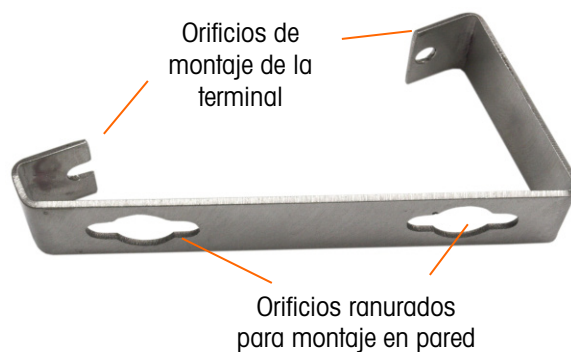
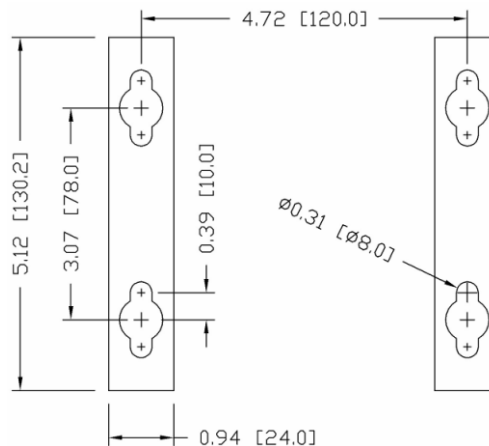

Figura A-9: Soportes para montaje en pared
Figura A-11: Dibujo del patrón de orificios de montaje
Una vez que los soportes están fijos en la pared, la caja puede montarse en ellos mediante los cuatro tornillos M5 incluidos. La Figura A-9 muestra uno de los soportes con los orificios ranurados indicados.
Marque la posición de los orificios de montaje en la pared según las dimensiones mostradas en la Figura A-11 en pulgadas y [mm] o sosteniendo la terminal sobre la superficie y marcando los orificios a través de los soportes.
8. Retroceda cada perno lo suficiente para dejar espacio de manera que la parte central superior de su cabeza y la arandela plana se inserten en uno de los orificios ranurados de los soportes de montaje (vea Figura A-9, Figura A-11).
6. Retroceda los pernos lo suficiente para permitirles junto con sus arandelas insertar su parte central superior en uno de los orificios ranurados de los soportes de montaje (vea Figura A-9, Figura A-11).
Instale el tornillo y la arandela, dejando una abertura suficiente para alojar el orificio ranurado del soporte (vea Figura A-9, Figura A-11).
Coloque los orificios de los soportes de la terminal sobre los sujetadores y deslice la terminal hacia abajo firmemente de manera que cada sujetador y arandela se inserten en las ranuras en el soporte (vea la Figura A-9).